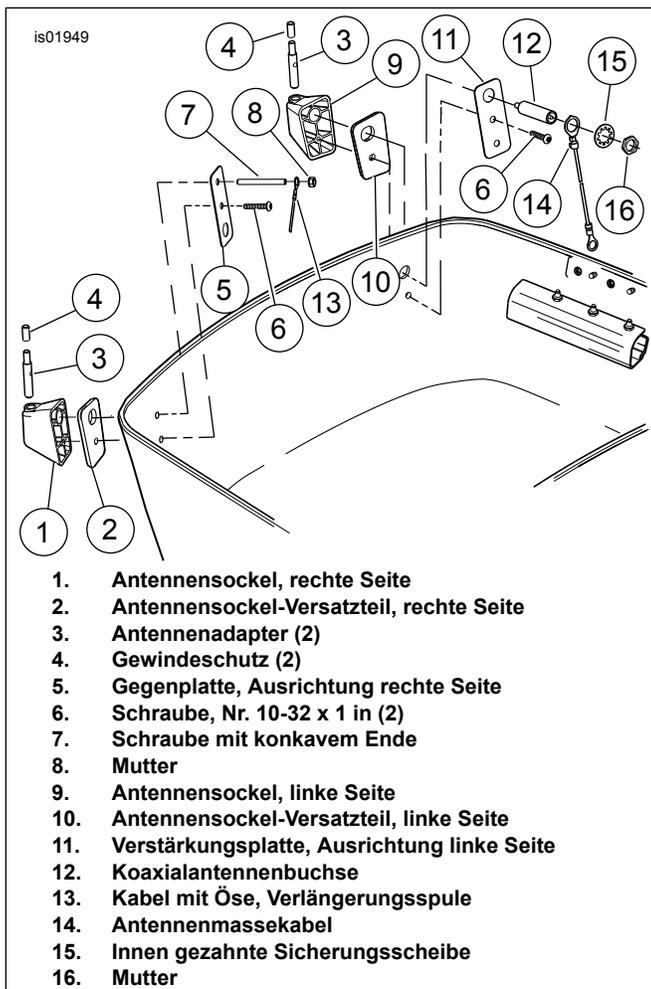

Abbildung 2. Einbau der Antennensockel
- Für Schritte 5-11 siehe Abbildung 2.
5. Den rechtsseitigen Antennensockel (1), einen Antennenadapter (3) und die Schraube mit konkavem Ende (7) aus dem Teilesatz entnehmen. Den Adapter wie abgebildet in den Sockel stecken. Das Gewindeloch im Adapter durch Drehen des Adapters auf das Loch im Sockel ausrichten und den Gewindestift in das Gewindeloch eindrehen. Den Gewindestift mit den Fingern anziehen.
6. Das rechtsseitige Antennensockel-Versatzteil (2) auf die Schraube mit konkavem Ende aufsetzen und den montierten rechtsseitigen Antennensockel am Tour-Pak anbringen. Die Verstärkungsplatte (5) in der abgebildeten Ausrichtung auf den Gewindestift aufsetzen und den Antennensockel mit der Schraube (6) befestigen. Die Schraube mit einem Drehmoment von 1,7 N·m (15 **in-lbs**) anziehen.
7. Das Verlängerungsspulenkabel mit Öse (13) auf die Schraube mit konkavem Ende (7) aufsetzen und mit der Mutter (8) befestigen. Die Mutter mit einem Drehmoment von 0,7 N·m (6 **in-lbs**) anziehen.
8. Den linksseitigen Antennensockel (9), einen Antennenadapter (3) und die Antennen-Koaxialbuchse (12) aus dem Teilesatz entnehmen. Den Adapter wie abgebildet in den Sockel stecken. Das Gewindeloch im Adapter durch Drehen des Adapters auf das Loch im Sockel ausrichten und die Koaxialbuchse in das Gewindeloch eindrehen. Die Koaxialbuchse mit den Fingern anziehen.
9. Das linksseitige Antennensockel-Versatzteil (10) auf die Antennen-Koaxialbuchse aufsetzen und den montierten Antennensockel am Tour-Pak befestigen. Die Verstärkungsplatte (11) in der abgebildeten Ausrichtung auf die Koaxialbuchse aufsetzen und den Antennensockel mit der Schraube (6) befestigen. Die Schraube mit einem Drehmoment von 1,7 N·m (15 **in-lbs**) anziehen.
10. Den größeren Ring des Massekabels (14) auf die Koaxialbuchse aufstecken und mit der innen gezahnten Sicherungsscheibe (15) und der Mutter (16) befestigen. Die Mutter mit einem Drehmoment von 1,1 N·m (10 **in-lbs**) anziehen.
11. Je einen Gewindegewand (4) auf jedem der beiden Antennenadapter (3) anbringen. Sofern eine Antenne auf den Tour-Pak ummontiert wird, am rechtsseitigen Adapter keinen Gewindegewand anbringen.